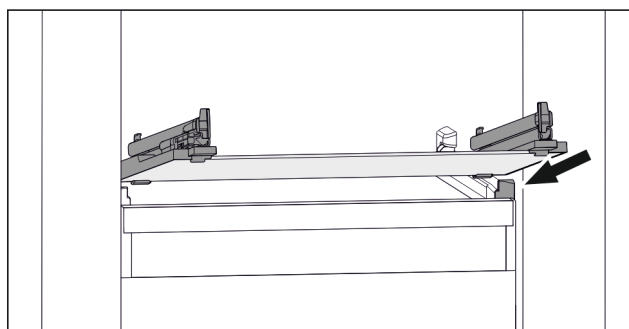

Fig. 138 Representación de la placa de vidrio a modo de ejemplo
- ▶ Coloque la placa de vidrio inclinada detrás de los topes. (consulte Fig. 138)